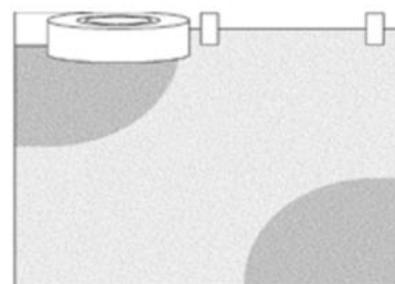

Figura 5
1. Posizionare l'elemento grafico, utilizzando strisce di tape Scotch™ di mascheratura per mantenere l'elemento grafico alla superficie. Quindi, applicare una striscia di nastro adesivo da 5 a 7,5 cm di larghezza, orizzontalmente sulla parte superiore dell'elemento grafico. Vedere figura 5.